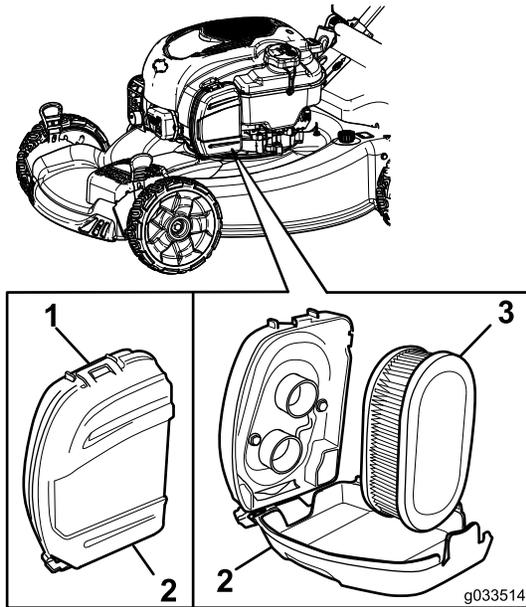

Figure 31
1. Déclipsez le haut du couvercle du filtre à air (Figure 31).
2. Déposez le filtre à air (Figure 31).